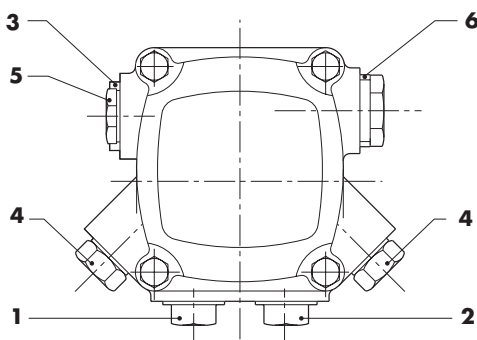

FIG. 11
- rilasciare l'equipaggio mobile del relé motore. Montare il manometro ed il vuotometro sulla pompa (per gli attacchi vedi fig. 11);